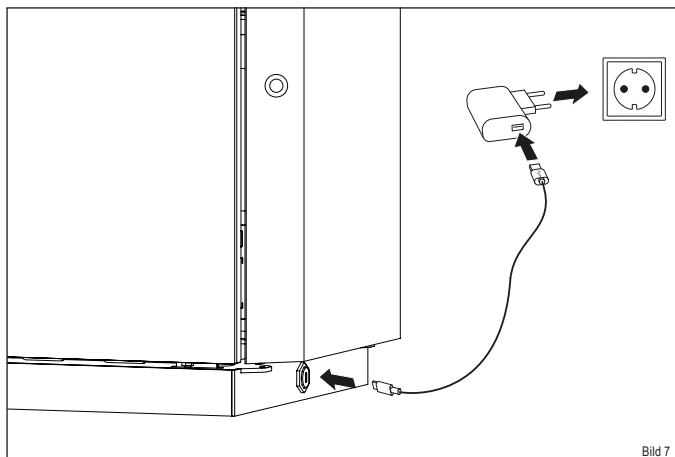

Bild 7
- ▶ **Verbinden Sie das USB-C Kabel mit dem Anschluss am Ofen und dem Netzstecker (Bild 7).**
- ▶ **Verbinden Sie den Netzstecker mit dem Stromnetz (Bild 7).**